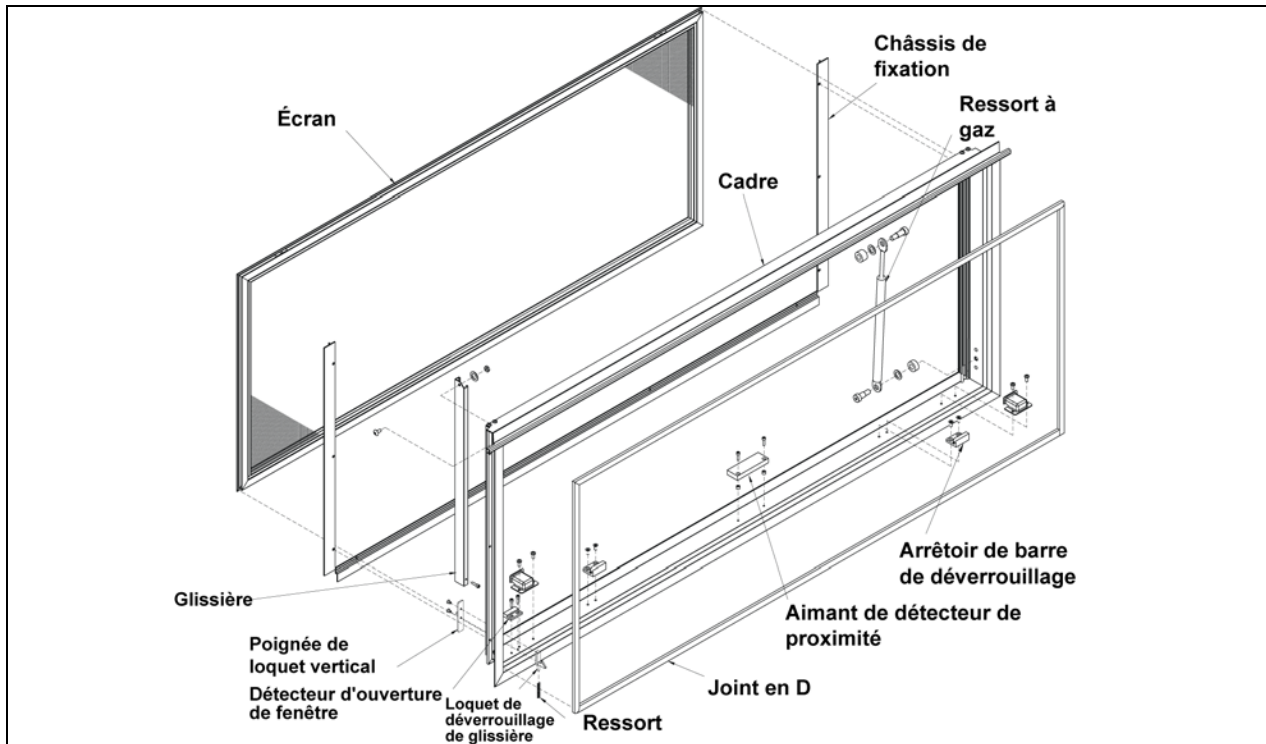

FIGURE 61 : VUE ÉCLATÉE D'UNE FENÊTRE ÉLECTRIQUE À AUVENT (ENCADREMENT)
4. Desserrer les vis butées numéro 5 (figure 61) (faire pivoter le bras pour accéder à la deuxième vis butée) et désengager le bras pivotant du bout d'arbre.